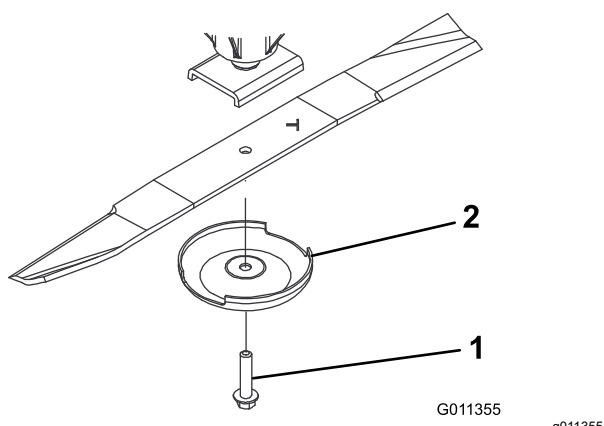

Figura 16
3. Retire del eje de la cuchilla el perno de la cuchilla, el protector de césped y la cuchilla (Figura 16).